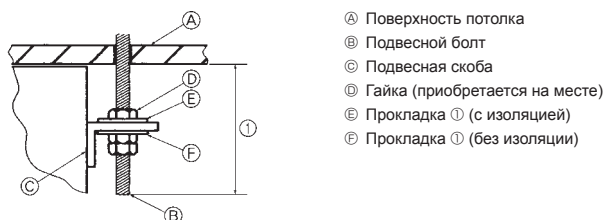

Fig. 3-5
- Е Прокладка ① (с изоляцией)
- Ф Прокладка ① (без изоляции)
4) Подготовка внутреннего прибора (Fig. 3-5)